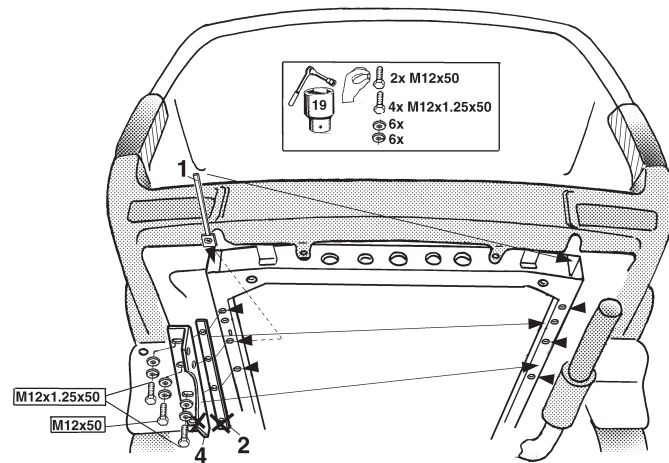
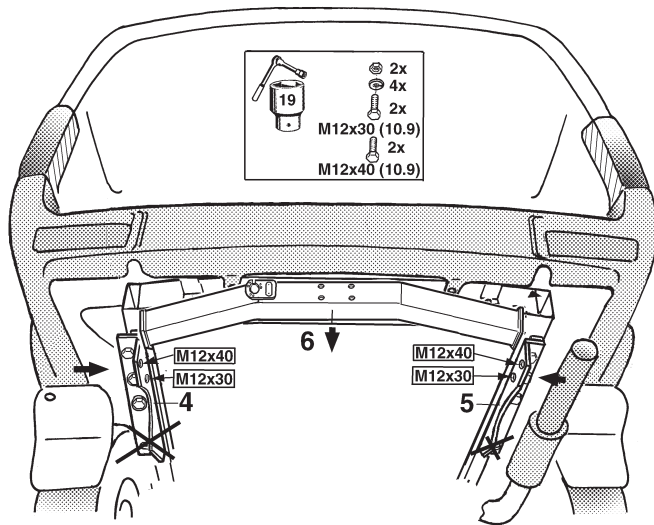
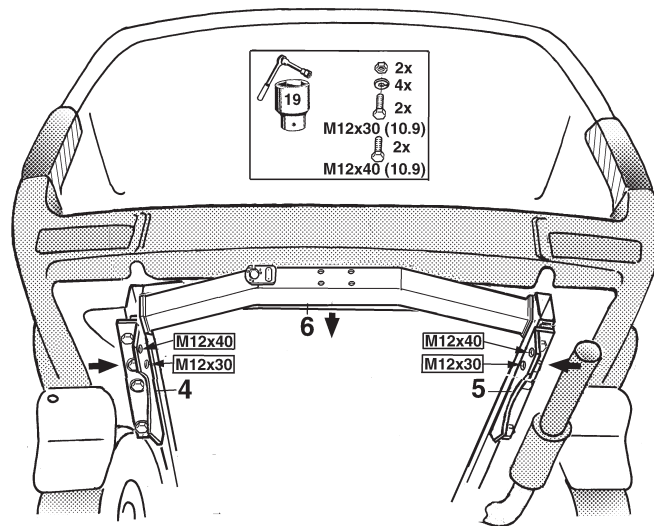

FIG.6
FIG.7
FIG.8
Anbring og monter montagesøtterne 4 og 5 inklusiv udfyldningsbåndene 2, spændpladerne 1 og montagematerialerne på det venstre og højre chassis. Montagen i venstre side er vist i fig. 6. Montagen i højre side er et spejlbillede heraf. De to forreste montagepunkter i pladerne 4 og 5 anvendes ikke til denne type køretøj. Jævnfør også fig. 7. Montagesøtterne bør anbringes manuelt.
2. Anbring tværvangen mellem de monterede montagesøtter 4 og 5 som beskrevet i fig. 7 og fig. 8. Monter tværvangen som illustreret med de anviste montage materialer. Sæt metalskærmen til tanken på
Colocar y fijar los soportes de fijación 4 y 5 inclusive las tiras espaciadoras 2, las contraplacas 1 en el chasis izquierdo y derecho. El montaje a la izquierda se representa en la fig. 6. El montaje a la derecha es su inverso. Los orificios de fijación delanteros en las placas 4 y 5 no se utilizan en este tipo de vehículo. Véase también la fig. 7. Los soportes de fijación se montarán sin apretarlos del todo.